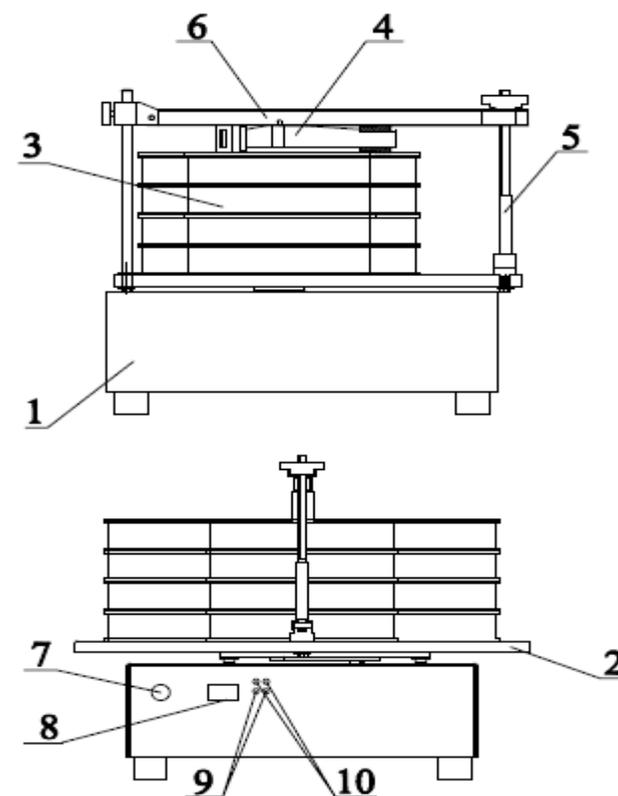

Рис.1- Рассев лабораторный
3.2. Рассев лабораторный состоит из корпуса 1 (рис.1), платформы 2 с установленным на ней ситовым пакетом 3. Привод обеспечивает ситовому пакету круговые поступательные колебания в горизонтальной плоскости посредством трех кривошипов. Платформа 2 предназначена для установки и закрепления на ней сит. Ситовый пакет закрепляется тройником 4 и притягивается к платформе посредством штангой 6.